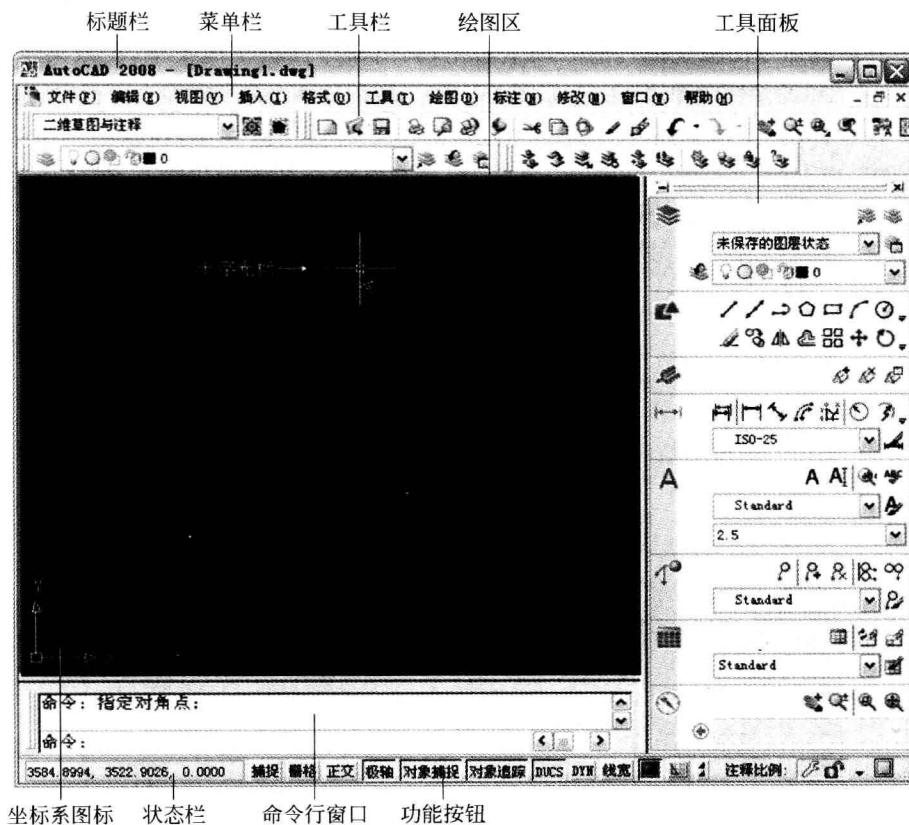

图 1-3 AutoCAD 2008 的“二维草图与注释”工作空间界面
(1) 选择“开始”→“程序”→Autodesk→AutoCAD 2008—Simplified Chinese→AutoCAD 2008 菜单命令,或双击桌面上的 AutoCAD 2008 快捷图标[▲],即可启动中文 AutoCAD 2008。
(2) 启动中文 AutoCAD 2008 后,系统即进入中文 AutoCAD 2008 的“二维草图与注释”工作空间界面。该工作空间界面由标题栏、菜单栏、工具栏、工具面板、绘图区、坐标系图标、命令行窗口、功能按钮和状态栏等组成,如图 1-3 所示。
AutoCAD 2008 增强了工作空间的设置,增加了“工作空间”工具栏。用户可以根据绘图的需要,在“工作空间”工具栏的下拉列表框中选择或设置不同的工作空间,如图 1-3 所示。设置工作空间的方法如下。